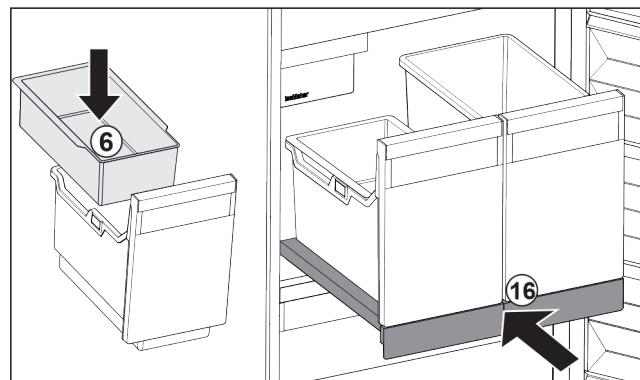

Fig. 124
- ▶ Installer le balconnet Fig. 124 (6) pour glaçons.
- ▶ Rentrer le compartiment coulissant avec le bac (IceTower). Fig. 124 (16)